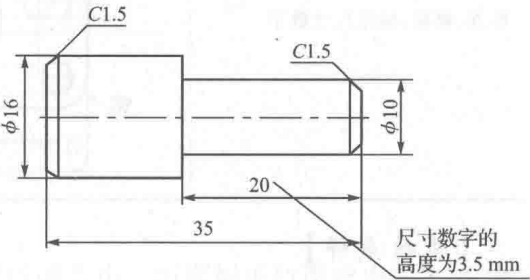

图 1-7 线性尺寸的标注
- ②由图形的轮廓线、轴线或对称中心线处引出,也可以直接利用这些线作为尺寸界线。
- ③尺寸界线一般应与尺寸线垂直。
- ④在光滑过渡处标注尺寸时,必须用细实线将轮廓延长,从它们的交点处引出尺寸界线。
- ①必须用细实线绘制。
- ②不能画在其他图线的延长线上。
- ③线性尺寸的尺寸线应与所标注的尺寸线段平行。
- ④尺寸线与尺寸线之间或尺寸线与尺寸界线之间应尽量避免相交。
- ⑤尺寸线终端画成 4×1(或 3×1)箭头。
- ①线性尺寸的数字通常注写在尺寸线的上方,如图 1-7 所示。
- ②角度尺寸数字必须水平书写。
③尺寸数字不允许被任何图线通过,否则需将图线断开或引出标注。
④线性尺寸数字的注写方向为:水平方向的字头向上;垂直方向的字头向左;倾斜方向的字头趋于朝上;避免在 30°范围内标注尺寸。